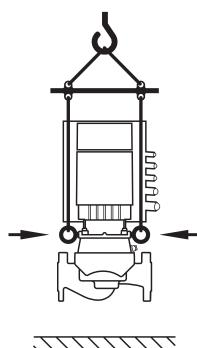

Fig. 8: Transport av pumpen
- Transport av pumpen skal utføres ved hjelp av godkjent løfteutstyr (f.eks. talje, kran osv.). Dette skal festes på transportløkkene som finnes på motorflensen (Fig. 8, vist her: Løfteretning med vertikal motoraksel).